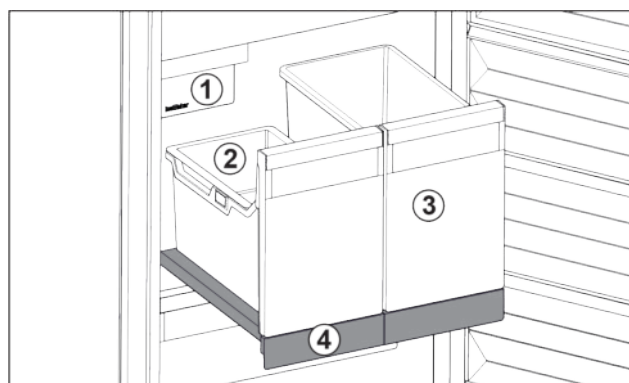

Fig. 17 Auszugsbord mit IceTower
Auf dem Auszugsbord sind zwei hohe Behälter (IceTower). Im Behälter Fig. 17 (2) werden Eiskwürfel aus dem IceMaker gesammelt und gelagert. Behälter Fig. 17 (3) eignet sich für die Lagerung von hohen Lebensmitteln wie Pizzen oder alkoholischen Getränken.